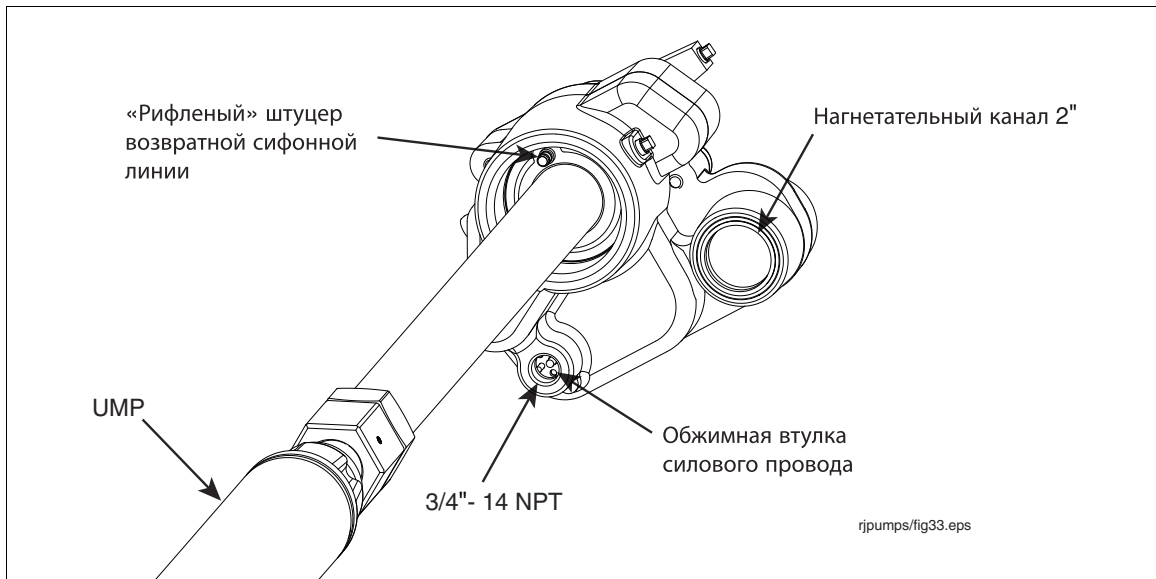

Рис. 11. Расположение на пакере штуцера возвратной линии
- Присоедините и зажмите хомутом трубопровод возвратной линии сифона к «рифленому» штуцеру в основании пакера (см. рис. 11).